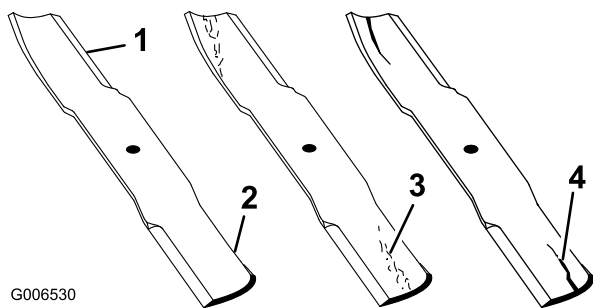

Figure 76
1. Examinez le tranchant des lames (Figure 76).
4. Remplacez immédiatement toute lame fendue, usée ou qui présente une entaille (Figure 76).